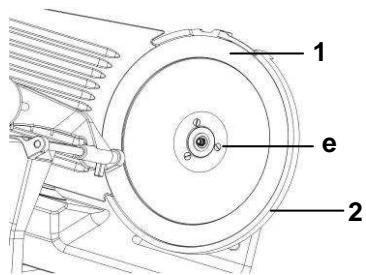

Рис.10
- Для того чтобы снять нож, ослабить 3 регулировочных винта (e) с помощью соответствующей отвертки (**рис. 10**), осторожно снять нож.
- Кожух ножа (3) и нож (1) промыть теплой водой с нейтральным моющим средством. Использовать для этого губку, входящую в комплект со щеткой для чистки или мягкую салфетку. Прополоскать в чистой воде.
- Промыть защитное кольцо ножа (2) в теплой воде с небольшим количеством моющего средства. Промыть чистой водой.